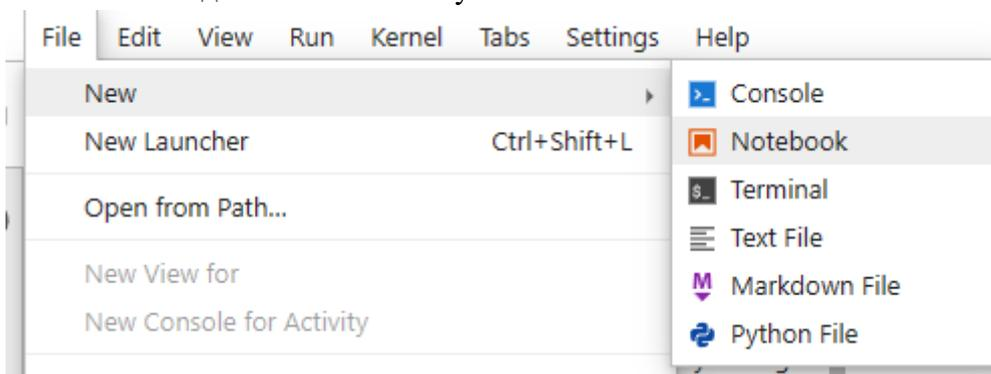

Рис. 4 Создание блокнота Jupyter Notebook
17. Создайте новый блокнот Юпитер, назовите его «Лабораторная работа №3», рис. 4. Для переименования найдите в меню File пункт Rename Notebook...